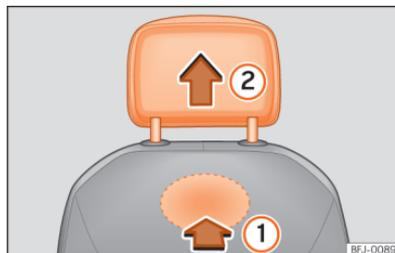

Fig. 99 Encosto de cabeça dianteiro: desmontagem.
- Para desbloqueá-lo, procure o entalhe situado na parte traseira do encosto na zona marcada e pressione no sentido da seta »» Fig. 99 ①.
- Retire o encosto de cabeça no sentido da seta ②.